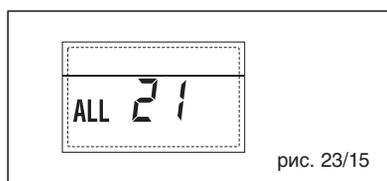

рис. 23/15
– СРАБАТЫВАНИЕ ПРЕДОХРАНИТЕЛЬНОГО ТЕРМОСТАТА ВТОРОЙ СМЕШАННОЙ ЗОНЫ “ТРЕВ 22” (рис. 23/16)